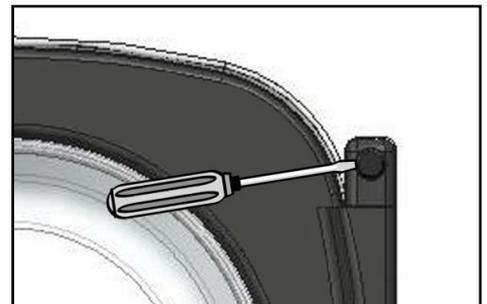
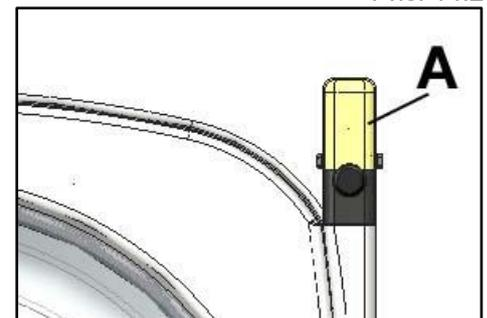

Рис. 14.2
Рис. 14.3
- Снимите защитные колпачки с винтов, которые крепят петли (Рис. 14.2). В моделях HS-6024, HS-6028, HS-6032, EH060, EH070 и EH080, сначала снимите пластиковую защиту (Рис.14.3/A).